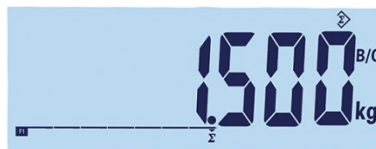

Abbildung 2-24: Symbol für das Erfassen von Werten
1. Legen Sie das erste Gewicht auf die Plattform und drücken Sie auf die Funktionstaste AKKUMULIERUNG Σ . Wenn das stabile Gewicht innerhalb von 2 Sekunden erkannt wird, beträgt der Gesamtwert 1,5 kg und die Anzahl ist 1 (Abbildung 2-24).